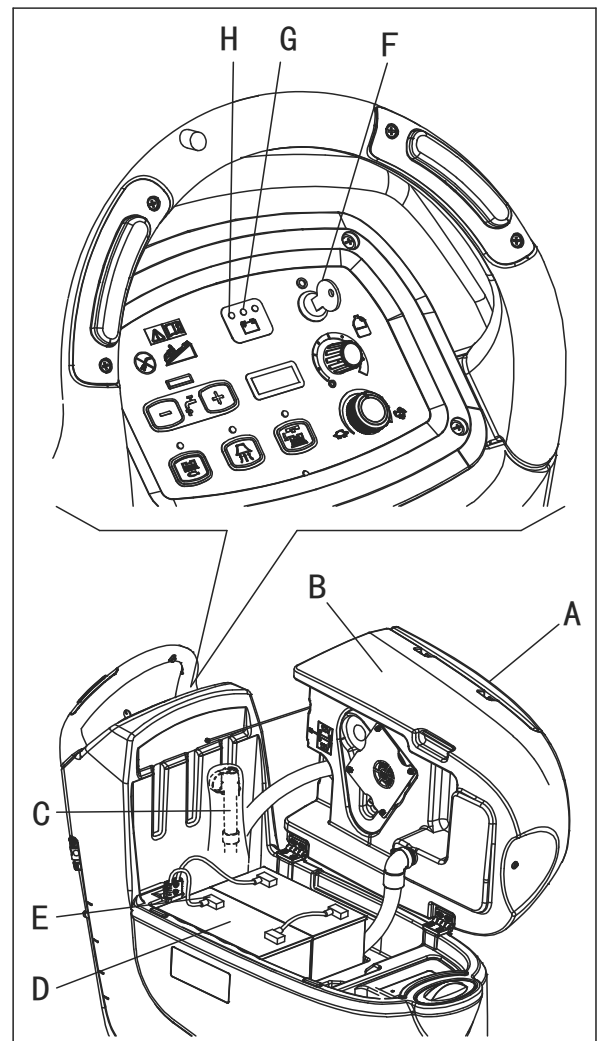

Abbildung 16
Laden Sie die Akkus auf, wenn die gelbe (G, Abb. 16) oder rote Kontrollleuchte (H) eingeschaltet ist, oder wenn die Reinigung beendet ist.
1. Öffnen Sie die Abdeckung (A, Abb. 16) und prüfen Sie, ob der Schmutzwassertank (B) leer ist, anderenfalls entleeren Sie ihn mit dem Ablaufschlauch (C).
3. Drehen Sie den Zündschlüssel (F) auf "0".
4. Heben Sie vorsichtig den Tank (B) an.
- Prüfen Sie den Elektrolytstand in den Batterien (D). Falls erforderlich, durch die Kappen (E) auffüllen.
- Lassen Sie alle Batteriedeckel (E) offen für die nächste Befüllung.
- Falls erforderlich, reinigen Sie die Oberseite der Batterien (D).